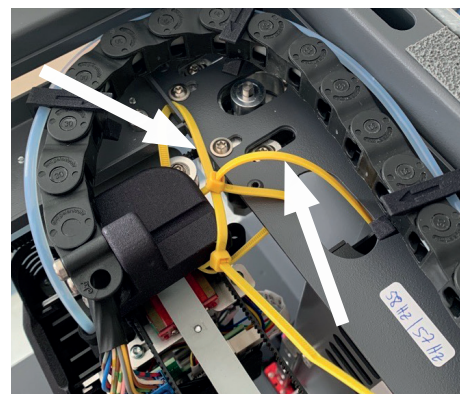

Fig. 1
Stellen Sie sicher, dass der EIN/AUS-Schalter (2, Abb. 1) auf Aus (O) steht.
⇒ Netzkabel auf der Geräterückseite in den Netzanschluss (2, Abb. 1) einstecken.
⇒ Schalten Sie das Gerät mit dem Ein-/Aus-Schalter (2, Abb. 1) auf der Rückseite des Gerätes ein.